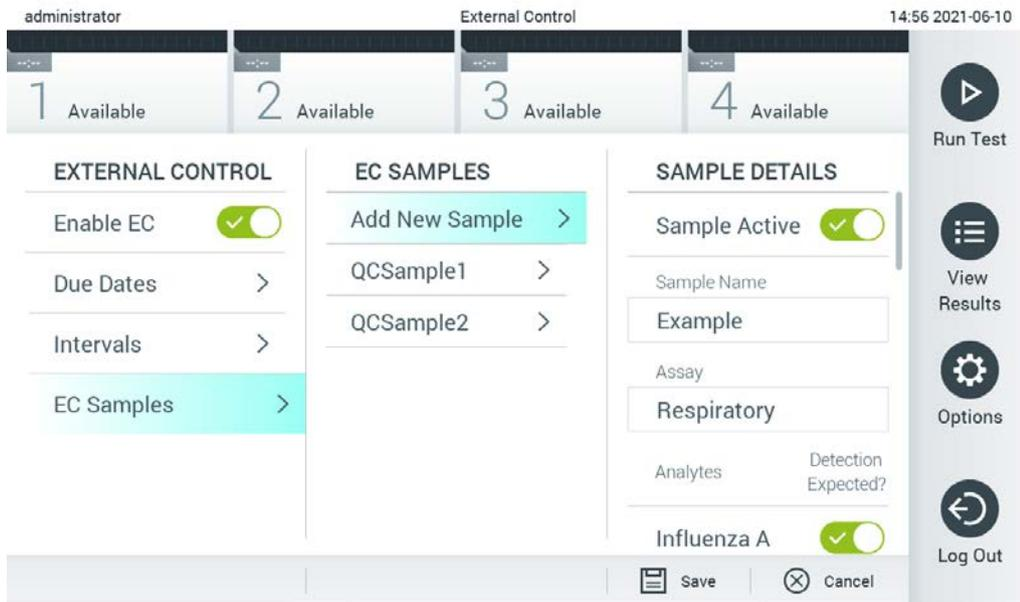

Figure 53. Écran External Control EC Samples (Échantillons du témoin EC externe).
5. Sélectionnez **EC Samples** (Échantillons EC) pour ajouter ou modifier les échantillons utilisés dans un test de témoin externe. Pour ajouter un nouvel échantillon EC, appuyez sur **Add new Sample** (Ajouter un nouvel échantillon), puis poursuivez la configuration dans la colonne de droite (Figure 53).